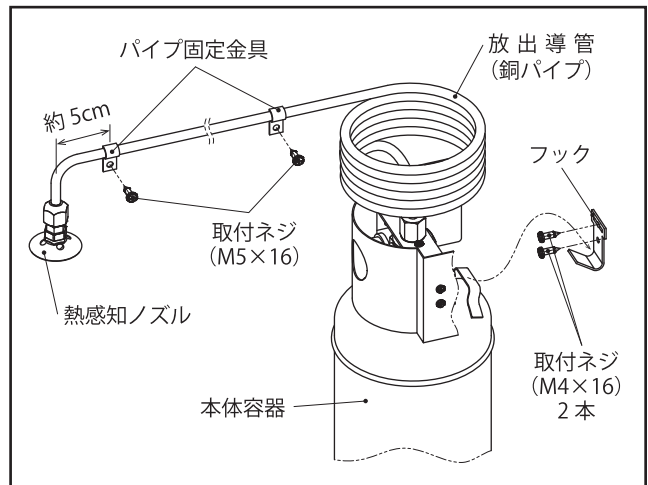

図8
#### ① 本体容器を取り付ける（図8）
#### ② 銅パイプ・熱感知ノズルを固定する（図8）